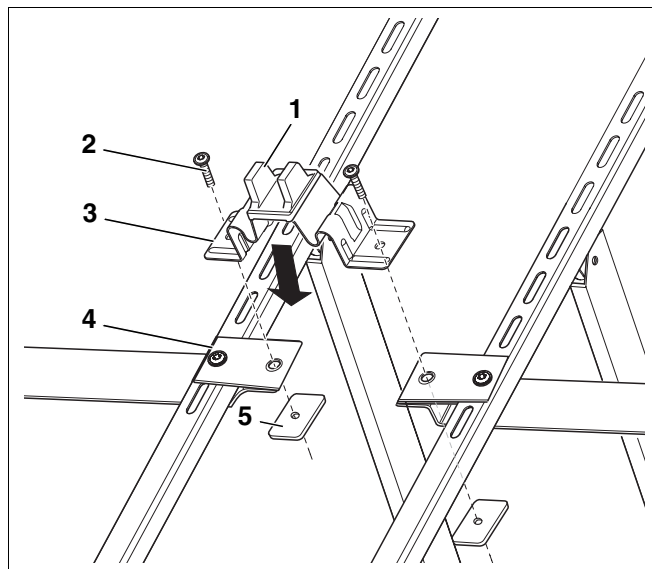
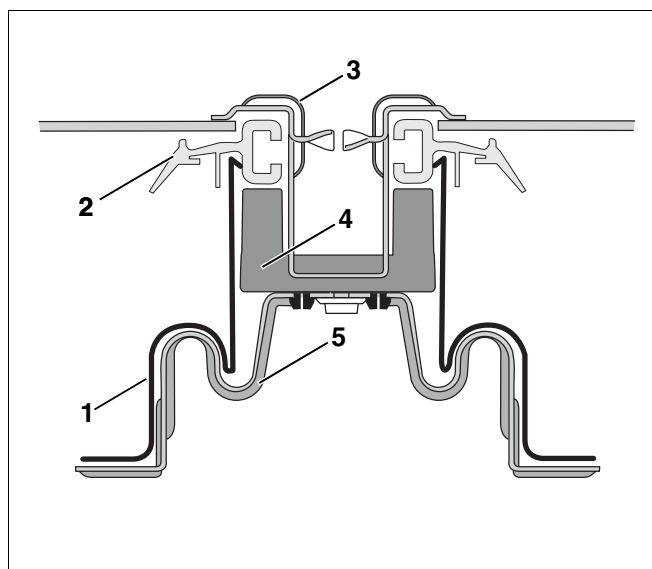

Fig. 29 Montar a ponte do suporte do colector
Fig. 30 Desenho do grampo do colector encaixado com grampos duplos
- ▶ Coloque a ponte do suporte do colector centrada (Fig. 29) nas extremidades das cintas adicionais.
- ▶ Aparafuse a ponte do suporte do colector (Fig. 29, **Item 3**) e as cintas adicionais (Fig. 29, **Item 4**) com as placas roscadas (Fig. 29, **Item 5**) e os parafusos M8 x 16 (Fig. 29, **Item 2**).
Certifique-se de que as patilhas altas do suporte distanciador rotativo (Fig. 29, **Item 1**), para apoio do suporte, (Fig. 30, **Item 2**) se encontram paralelas relativamente aos perfis dos apoios do colector.